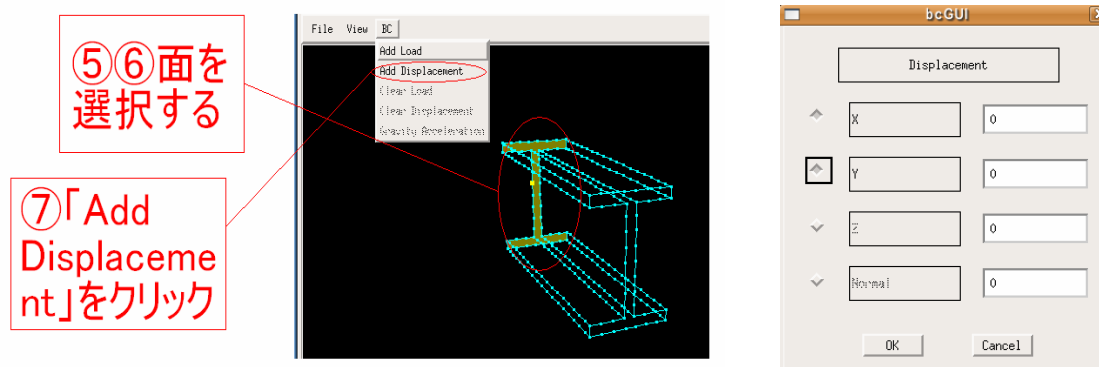
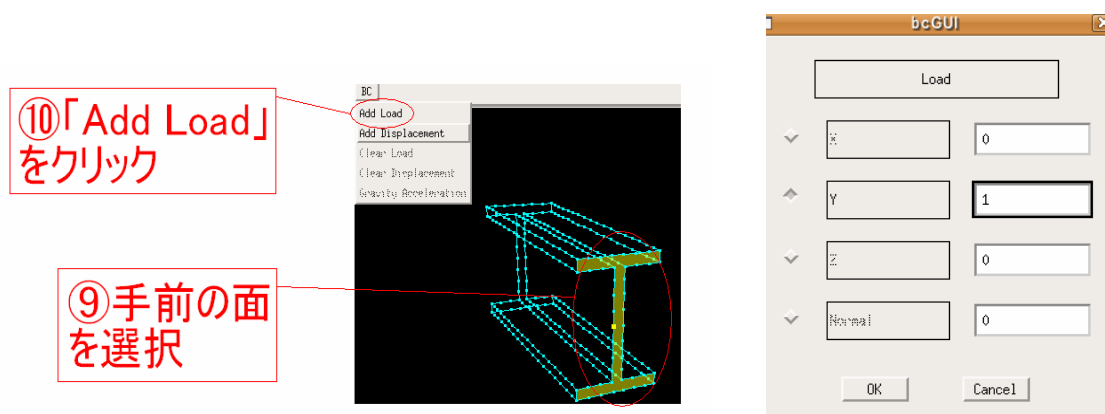

図 12：⑤⑥⑦操作—面選択と Displacement ウィンドウ
図 13：⑨⑩操作—手前の面選択と Load ウィンドウ
- ① 画面左のタグから「境界条件」をクリックする。
- ② 「境界面グループ化」枠で分割数を設定する。分割数は 2 以上の整数を入力する。例題ではそのまま「2」を使う。
- ③ 「境界面グループ化」枠の「実行」をクリックする。変換終了の確認が表示されるので、「OK」をクリックする。
- ④ 「境界条件設定」枠の「実行」をクリックすると、モデルが表示される。
- ⑤ ホイールボタンを押しながらドラッグして視点を変更し、モデルの節点を Shift を押しながら左クリックする。節点が黄色くなれば選択されたことになる。
- ⑥ 右クリックする。面が選択され、黄色くなる。さらに右クリックすると、選択した節点の接する他の面が選択される。例題では、図 12 の面を選択する。
- ⑦ 「BC→Add Displacement」をクリックする。
- ⑧ Displacement(変位)設定画面が表れるので、 $X \cdot Y \cdot Z$ の拘束条件を設定する。例題では全方向拘束するので、XYZ とも選択し、値を 0 に設定する。
- ⑨ ⑤、⑥と同様の操作で手前(図 13)の面を選択する。
- ⑩ 「BC→Add Load」をクリックする。
- ⑪ Load(荷重)設定画面が表れるので、 $X \cdot Y \cdot Z$ の荷重条件を設定する。例題では Y 方向のみ選択し、「-1」を設定する。入力する荷重は面積あたりの値となる。
- ⑫ 「File→Quit」を選択し、確認ウィンドウが表示されるので「OK」をクリックして bcGUI ウィンドウを閉じる。